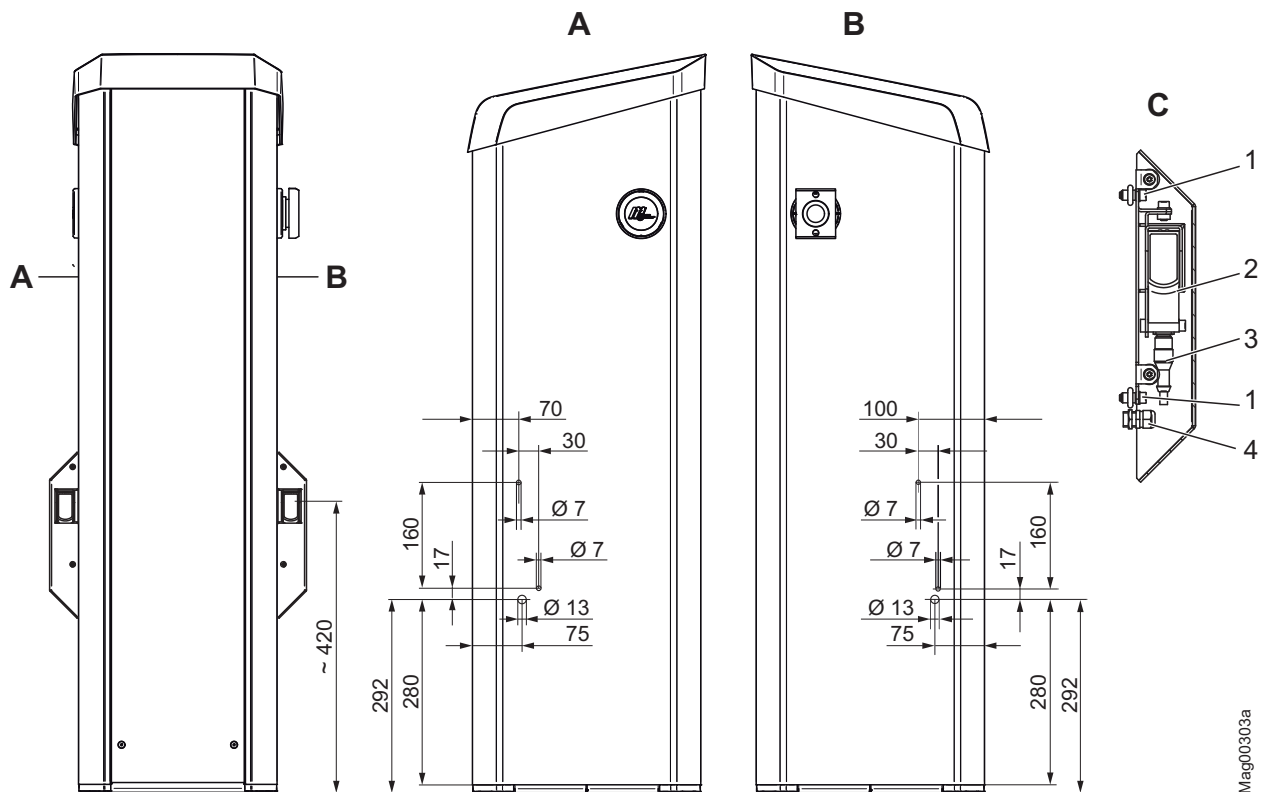

Рис. 20: Монтаж корпуса фоторелейного барьера передатчика на стойке шлагбаума (размеры в мм)
1. На стойке шлагбаума просверлить отверстия для корпуса фоторелейного барьера согласно Рис. 20.